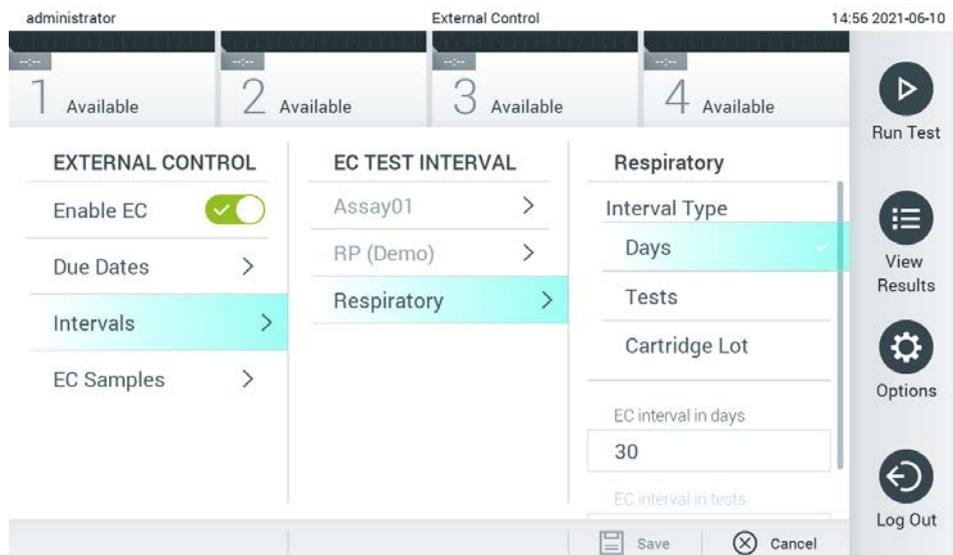

Figura 52. Schermata External Control Intervals (Intervalli controllo esterno).
4. Selezionare **Intervals** (Intervalli) e poi un esame dall'elenco per configurare il relativo intervallo. Compare un promemoria per ricordare agli utenti che è necessario eseguire un test External Control (Controllo esterno) per l'esame selezionato, se è stato superato l'intervallo impostato (Figura 52).